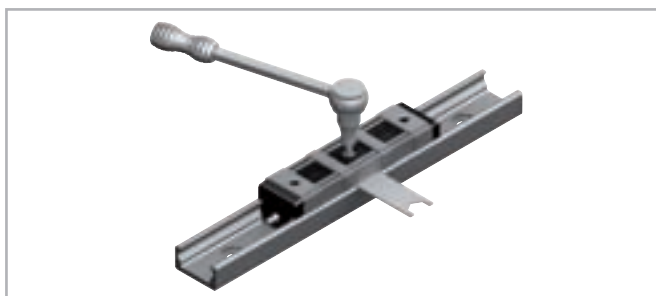

Рис. 98
(7) удерживая ролик в правильном положении регулировочным ключом, аккуратно затянуть фиксирующий винт ролика. (см. Рис. 98). Правильный момент затяжки можно будет выставить позже (см. Табл. 42);
(8) переместить каретку по всей длине направляющей, и убедиться в том, что требуемый преднатяг присутствует на всей этой длине. При правильно выставленном преднатяге каретка должна перемещаться легко и беззазорно по всей длине направляющей.
(9) если каретка имеет более 3-х роликов, повторить процедуру выставления преднатяга для каждого из эксцентриковых роликов. Убедиться, что преднатяг выставлен на всех эксцентриковых роликах. Убедиться, что после выставления преднатяга все без исключения ролики каретки нормально контактируют с рабочими поверхностями направляющей;
(10) после этого затянуть фиксирующие винты всех эксцентриковых роликов усилием из таблицы, придерживая при этом каждый ролик в его выставленном положении специальным плоским гаечным ключом. На оси ролика выполнена специальная резьба, облегчающая удержание ролика в выставленном положении;
(11) установить на место грязесъёмники кареток типа "CSW" и "CDW", и должным образом смазать направляющие.